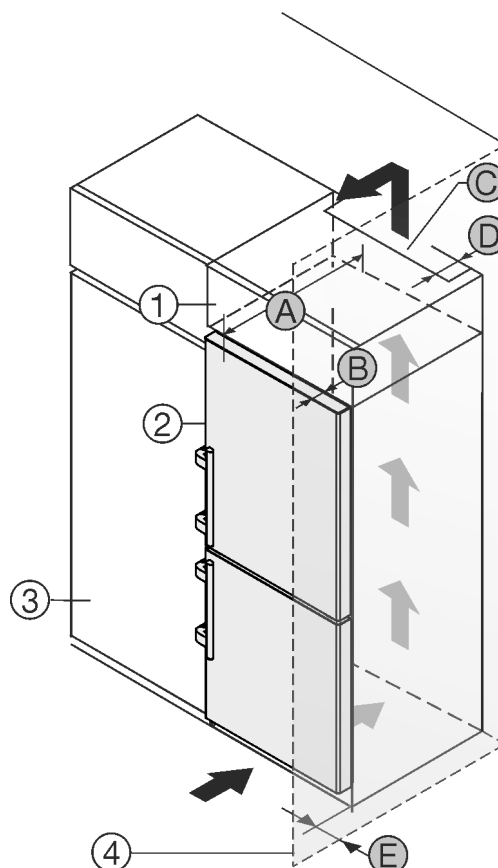

Fig. 2
- (1) Aufsatzschrank*
- (2) Gerät*
- (3) Küchenschrank*
- (4) Wand*
- (A) Gerätetiefe*
- (B) Türtiefe*
- (C) Belüftungsquerschnitt*
- (D) Abstand Geräterückseite*
- (E) Abstand zur Geräteseite*
Sie können das Gerät direkt neben dem Küchenschrank Fig. 2 (3) aufstellen.*
An der Rückseite des Aufsatzschrankes muss ein Abluftschacht mit der Tiefe Fig. 2 (D) über die gesamte Aufsatzschrankbreite vorhanden sein.*
Unter der Raumdecke muss der Entlüftungsquerschnitt Fig. 2 (C) eingehalten werden.*
Wenn Sie das Gerät mit den Scharnieren neben einer Wand Fig. 2 (4) aufstellen, dann muss der Abstand zwischen Gerät und Wand mindestens 57 mm betragen. Dies entspricht dem Griffüberstand bei geöffneter Tür.*
Damit Sie die Tür vollständig öffnen können, muss das Gerät um die Türtiefe Fig. 2 (B) gegenüber der Küchenschrankfront vorstehen. Abhängig von der Tiefe der Küchenschränke Fig. 2 (3) und Verwendung von Wandabstandshaltern kann das Gerät weiter herausragen.*